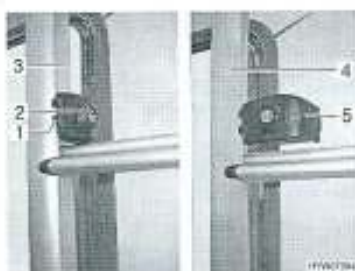

Fig. 1 Verrouillage de l'échelle arrière
- Insérer la clé dans le barillet (Fig. 1,2) du verrouillage de l'échelle arrière (Fig. 1,1) et tourner d'un quart de tour, jusqu'à ce que la clé soit en position verticale.
- Maintenir la partie repliable de l'échelle arrière (Fig. 1,4) et faire pivoter le circlip (Fig. 1,5).
- Insérer la clé dans le barillet (Fig. 1,2) du verrouillage de l'échelle arrière (Fig. 1,1).
- Faire pivoter le circlip (Fig. 1,5) vers l'intérieur selon l'essieu du montant de la partie fixe de l'échelle arrière (Fig. 1,3).